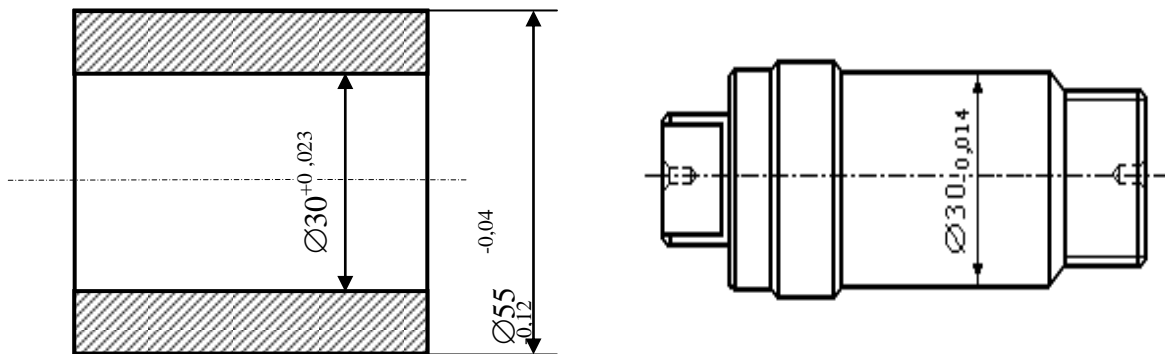

Рисунок 21
8. Для чистового обтачивания наружной поверхности втулки $\varnothing 55_{-0,12}^{-0,04}$ мм, имеющей центральное отверстие $\varnothing 30_{+0,023}$ мм, спроектирована оправка с посадочной поверхностью $\varnothing 30_{-0,014}$ мм. Определить погрешность базирования (рисунок 21).